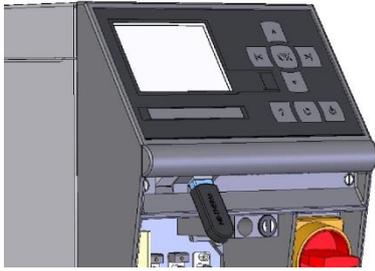

Abb. 15: USB-Datenträger anschliessen
2. USB-Datenträger anschliessen (Abb. 15).